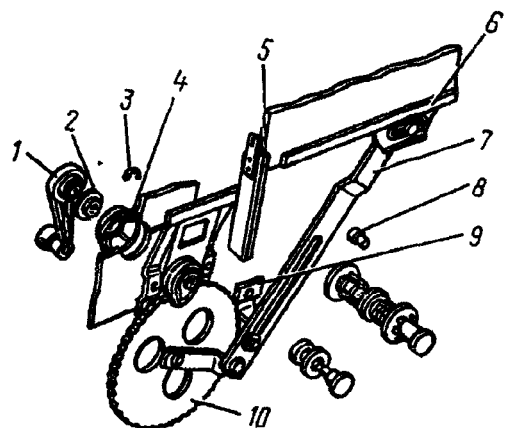

Рис. 70. Стеклоподъемник:
2. Выверните винты и снимите угольник крепления крышки люка 3. Снимите нижние уплотнители стекла с держателями в сборе, предварительно опустив стекло 4. Выверните винты крепления держателя 5 уплотнителя (рис. 70) и снимите держатель 5. Приподнимите стекло и снимите буфер 6. Оттягивая уплотнитель стекла вперед, переместите стекло вперед-вниз и выньте его вверх из проема внутренней панели двери	Отвертка » — —
1. Опустите стекло на $\frac{1}{4}$ хода 2. Снимите ручку 1 (см. рис. 70) стеклоподъемника, отжав втулку 2 с розеткой 4 и удалив чеку 3 3. Выполните переход 2 для ручки замка двери 4. Выверните винты крепления крышки люка внутренней панели двери и снимите крышку	— Отвертка, стальная проволока То же Отвертки